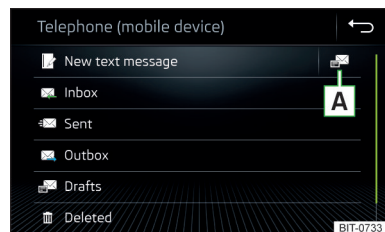

Fig. 194
- En el menú principal *Teléfono* pulse la superficie funcional , se visualiza el menú principal para mensajes de texto » fig. 194.
- Pulsar en el menú principal de los mensajes de texto la superficie funcional  » fig. 194 de la pág. 176.